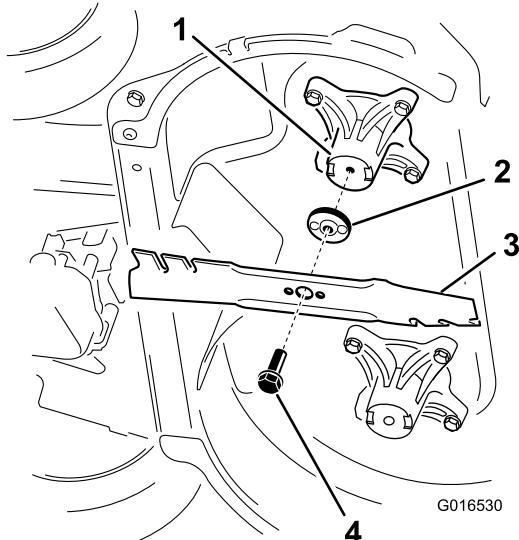

Рисунок 44
- Снимите каждый нож, как показано на Рисунок 44.
- Установите первый нож так, чтобы он находился в горизонтальном положении, вместе со всеми крепежными деталями, как показано на Рисунок 44.